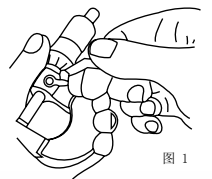
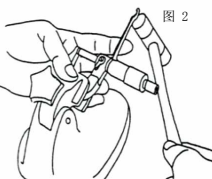

图 1
图 2
- 当校准误差为小于或等于 $\pm 0.01\text{ mm}$ (图1和图2)时